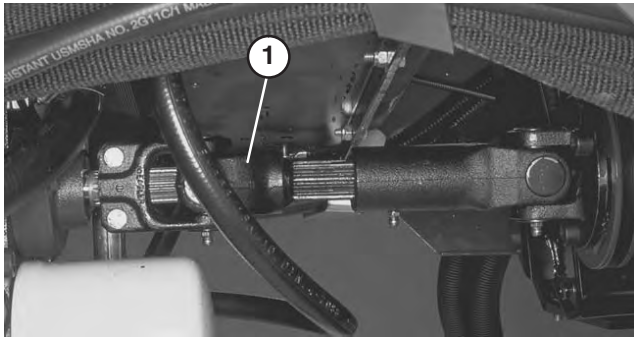

Figura 30
5. Quando concluir a operação de reboque, reinstale o veio propulsor como se mostra na Figura 30. As estrias foram concebidas para que a montagem seja possível apenas quando as duas metades do veio estiverem orientadas correctamente.